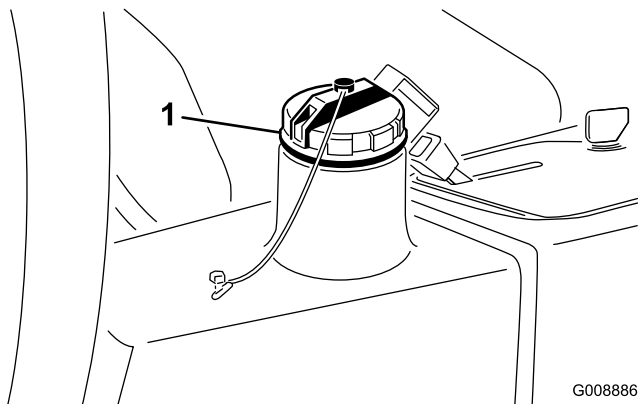

Figura 75
4. Encha o reservatório (Figura 75) com aproximadamente 13,2 litros de fluido hidráulico; consulte Verificação do sistema hidráulico (página 30).